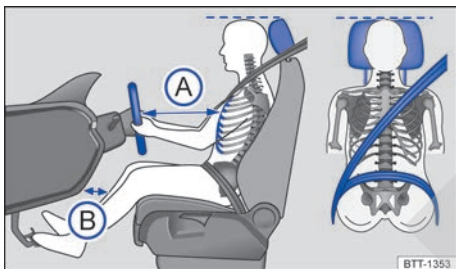

Fig. 2 Distancia correcta del conductor con relación al volante, posición correcta de la banda del cinturón de seguridad y ajuste correcto del apoyacabezas.
- Ajustar el asiento para que la distancia entre el volante y el tórax tenga como mínimo 25 cm → fig. 2 (A) y que el conductor pueda sujetar el volante del borde externo con las dos manos y los brazos ligeramente doblados.
- Ajustar el asiento del conductor de manera longitudinal para que los pedales se puedan accionar con las piernas ligeramente dobladas y la distancia de la zona de la rodilla con el panel de instrumentos sea de al menos 10 cm → fig. 2 (B).
- Para los asientos con apoyacabezas: ajustar el apoyacabezas para que su borde superior se encuentre preferentemente en la misma línea de la parte superior de la cabeza → fig. 2 – pero no por debajo de la altura de los ojos. Posicionar la parte posterior de la cabeza lo más cerca posible del apoyacabezas.